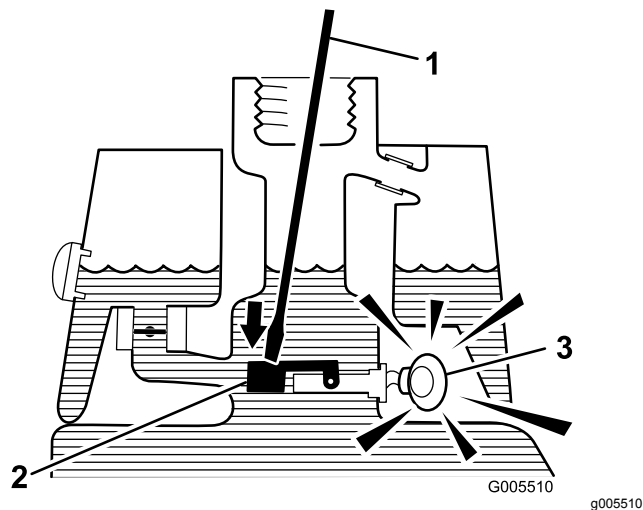

Figure 26
3. Introduisez une tige ou un tournevis propre dans le goulot de remplissage et enfoncez doucement le flotteur (Figure 26). L'alarme doit se déclencher au bout d'une seconde.